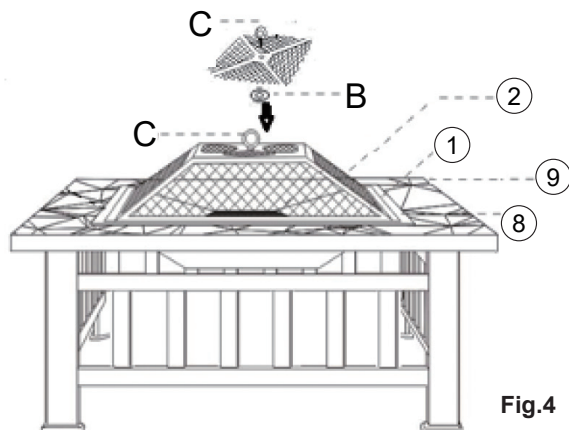

Fig.4
Posizionare il focolare (8) al centro del telaio superiore (7) e collocare la griglia di ferro (2) e la griglia per barbecue (9) sul focolare (8). Montare l'anello del coperchio (C) sul coperchio a rete (1) con il dado (B), quindi posizionare il coperchio a rete assemblato sulla ciotola del fuoco (8) (vedere Fig. 4). de fuego (8) (Vea Fig.4)